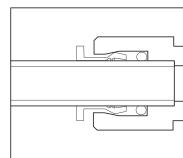

Fig.2
- ▷ Убедитесь, что трубопровод вставлен полностью (Рис. 2).